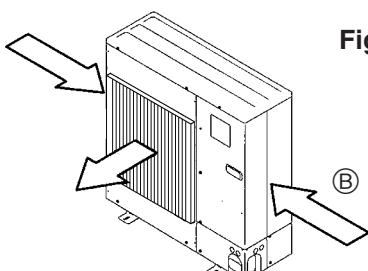

Fig. 2-5
- Ⓑ Se possibile, posizionare l'unità in modo che la bocca di uscita soffi perpendicolarmente alla direzione del vento stagionale. (Fig. 2-5)